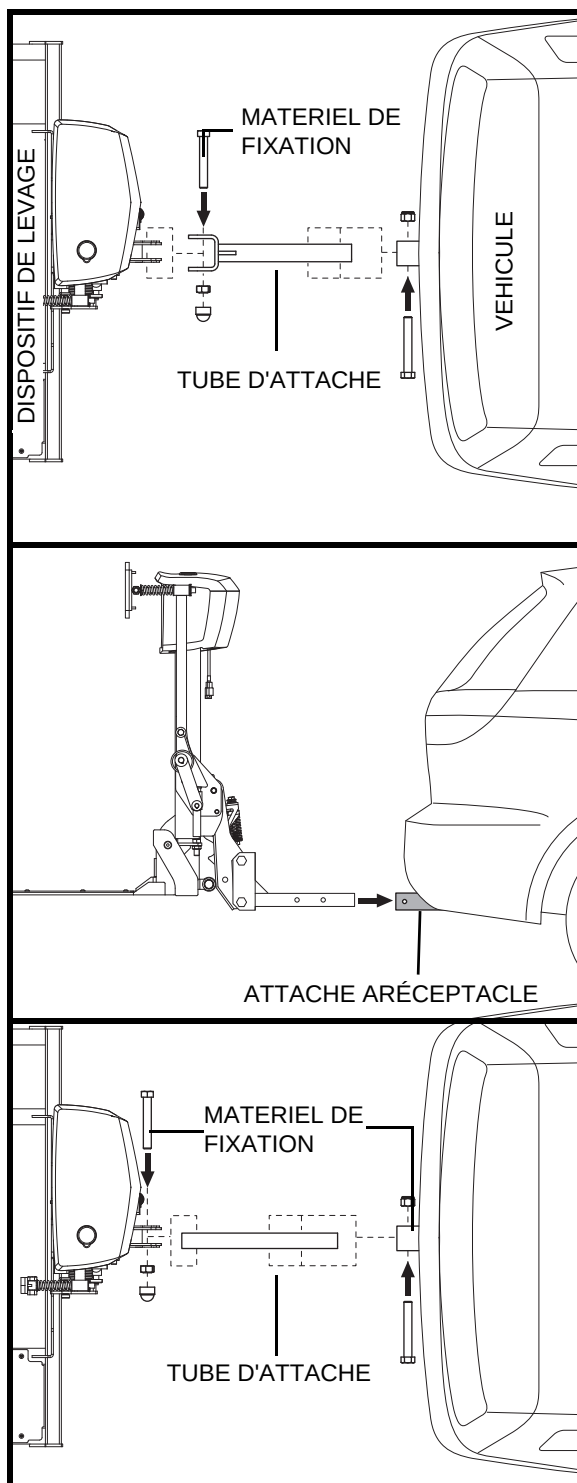

Figure 8. Tube D'Attache Assemblage
2. Installez le tube sur l'appareil de levage et fixez-le à l'aide des éléments de fixation que vous avez démontés auparavant. **Voir la figure 8.**
3. Glissez le tube dans le réceptacle de l'attache sur le véhicule, alignez l'orifice de montage le plus près possible du réceptacle. **Voir la figure 8.**
4. Verrouillez le tube d'attache avec le boulon et l'écrou fourni, insérez le boulon coté passager et montez l'écrou du côté du chauffeur. Voir la figure 8.